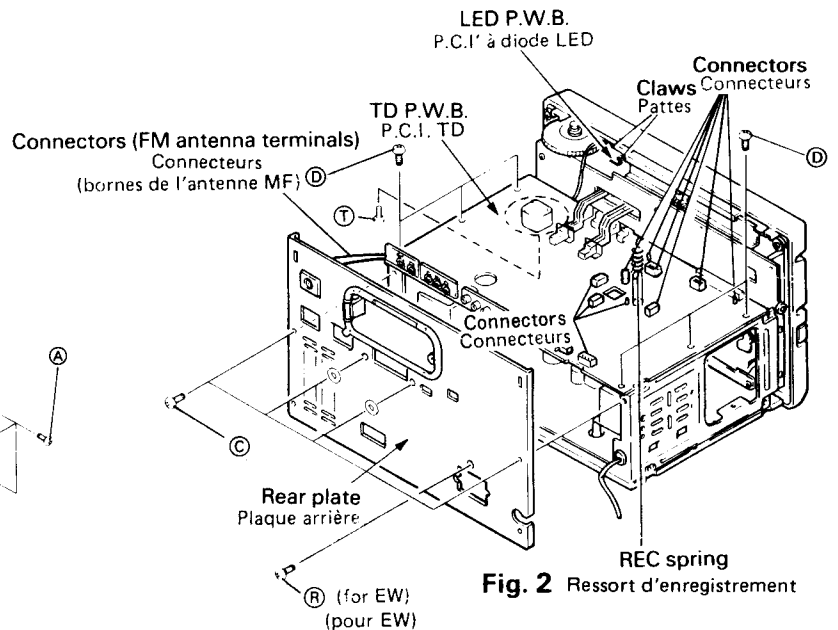

Fig. 2
- 2. Removing the Rear Plate (Fig. 2)**
- 3. Removing the TD P.W.B. (Fig. 2)**
- 2. Retrait de la plaque arrière (Fig. 2)**
**3. Retrait de la PCI (plaquette de circuit imprimé) TD (Fig. 2)**